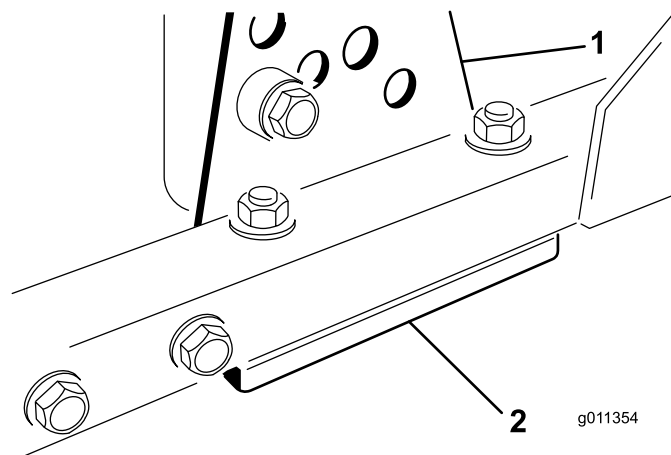

Figure 82
1. Retirez le support de hauteur de coupe (avant, gauche ou droit) du bâti du tablier de coupe (Figure 82).
2. Placez des cales de 1,5 mm (0,060 po) et/ou une cale de 0,7 mm (0,030 po) entre le bâti et le support du tablier pour obtenir la hauteur de coupe voulue (Figure 82).